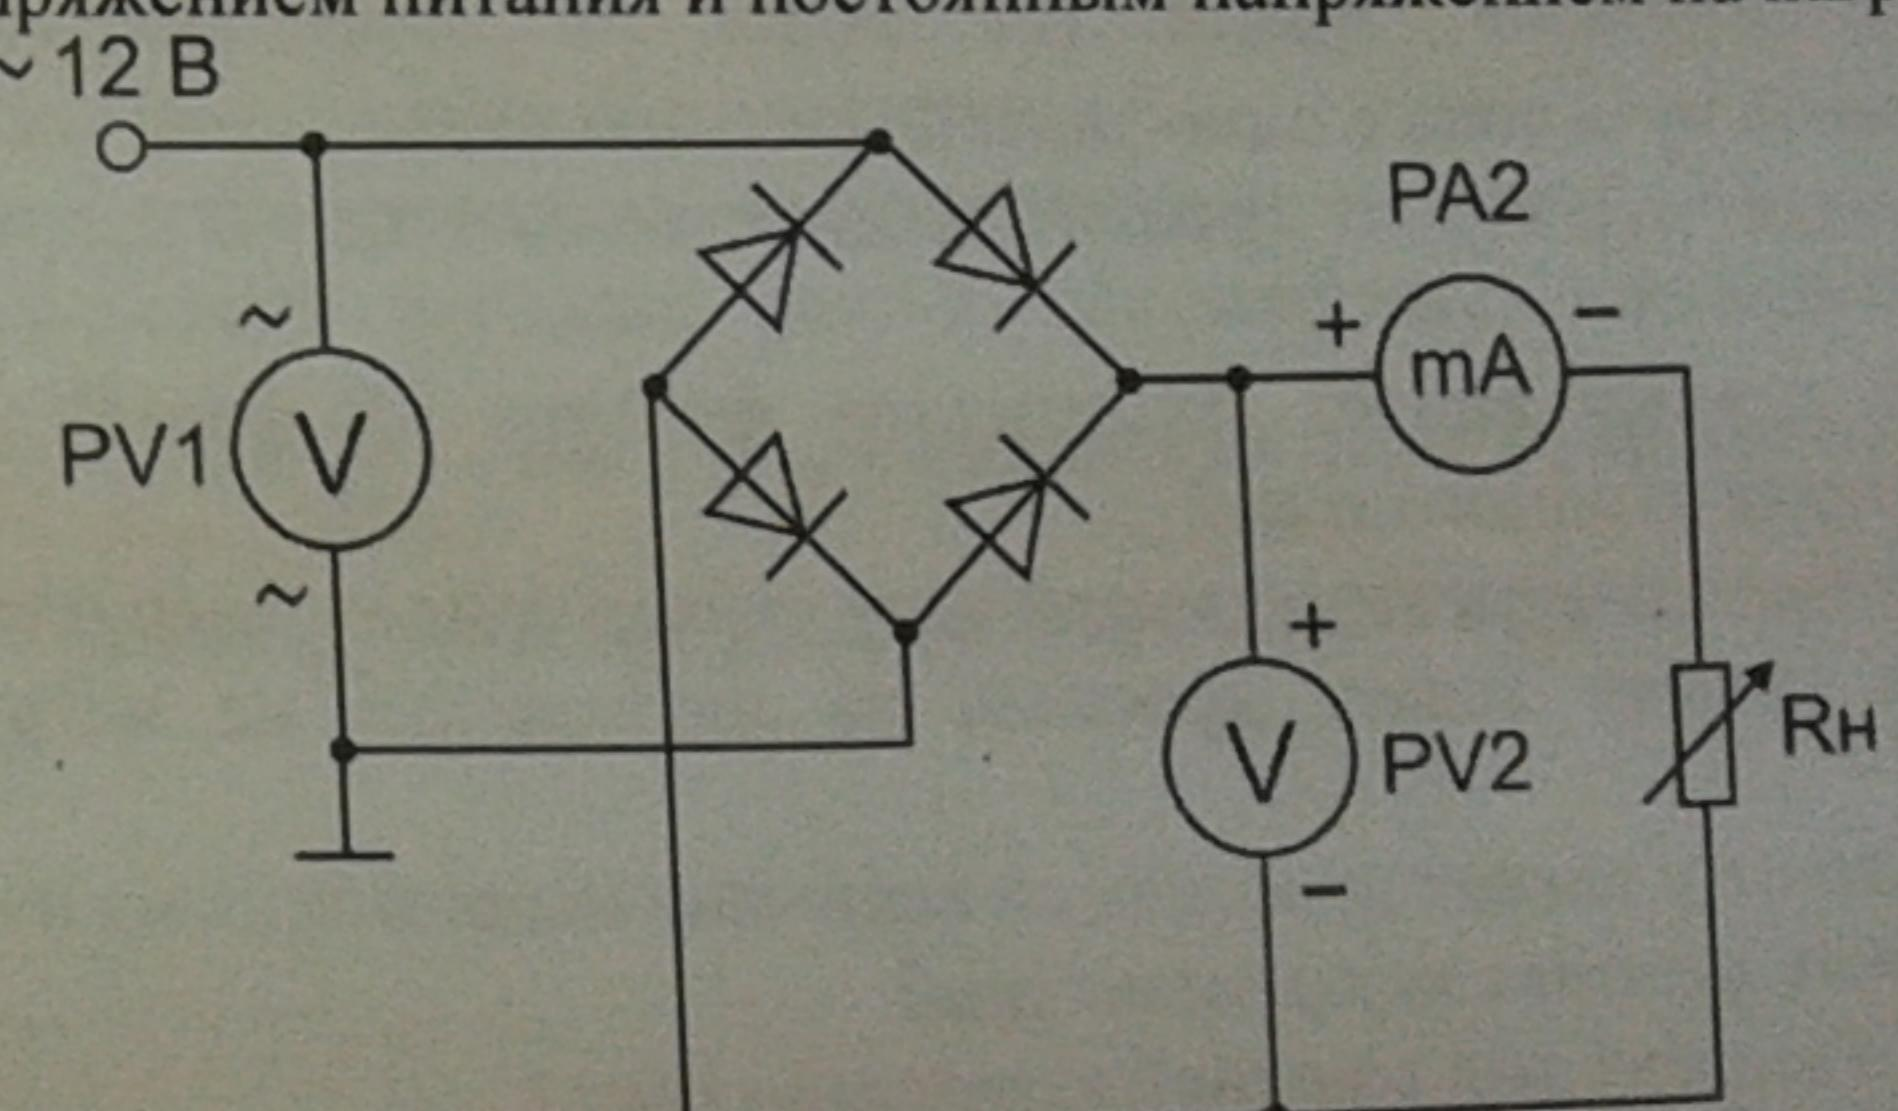

Рис. 1
- а) собрать схему выпрямителя по рис. 1. Установить заданное значение сопротивления нагрузки  $R_h$ . Вольтметр PV1 включить в режиме измерения переменного напряжения, а PV2 в режиме измерения постоянного напряжения. Подключить миллиамперметр постоянного тока на 100 мА. Подключить входы осциллографа к сопротивлению нагрузки  $R_h$ . Переключатель развертки осциллографа перевести на временную развертку. Установить синхронизацию от сети. На экране осциллографа наблюдать осцилограмму выпрямленного напряжения;